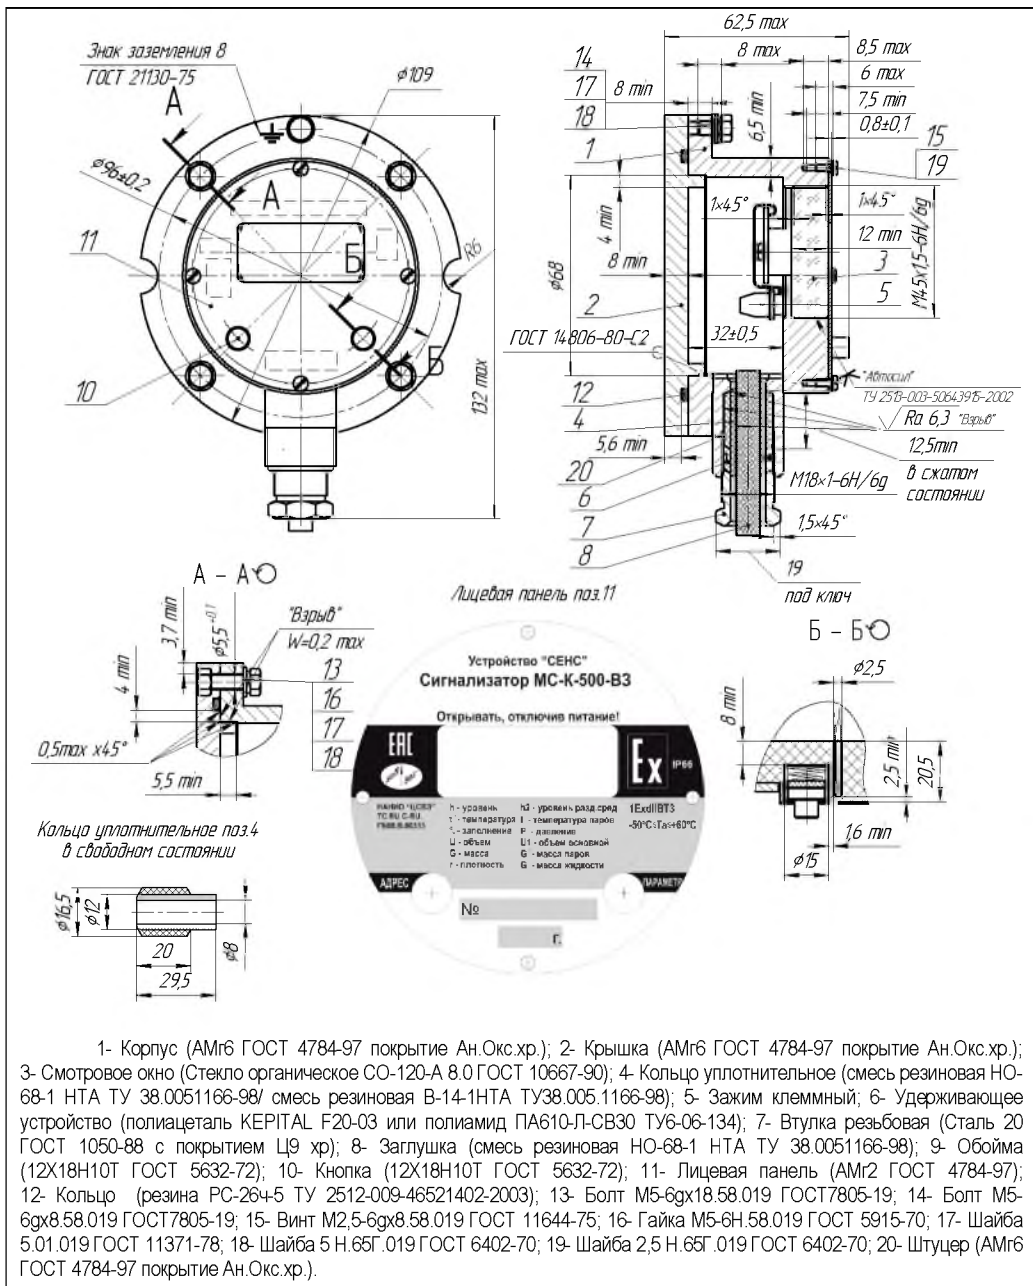

Рис. 13
Сопряжения деталей, обеспечивающих взрывозащиту вида «d», показаны на чертеже средств взрывозащиты (рисунок 13), обозначены словом «Взрыв».
Сигнализаторы могут крепиться к стене, щиту, пластине при помощи двух болтов или резьбовых шпилек с гайками М8 ... М12 (рис. 13).
- отверните болты 13 (рис. 13), снимите крышку 2. Ослабьте втулку резьбовую 7, выньте резиновую заглушку 8 из кабельного ввода, предназначенную для герметизации сигнализатора на время хранения и транспортирования;